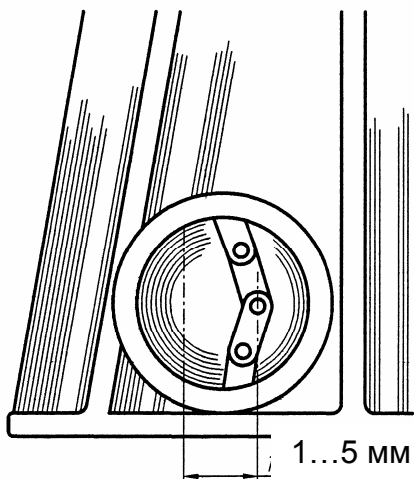

Рисунок 10 – Регулировка натяжения цепи коробки реверса
- Разность указанных положений цепи должна составлять $1...5$ мм (см. рисунок 10);